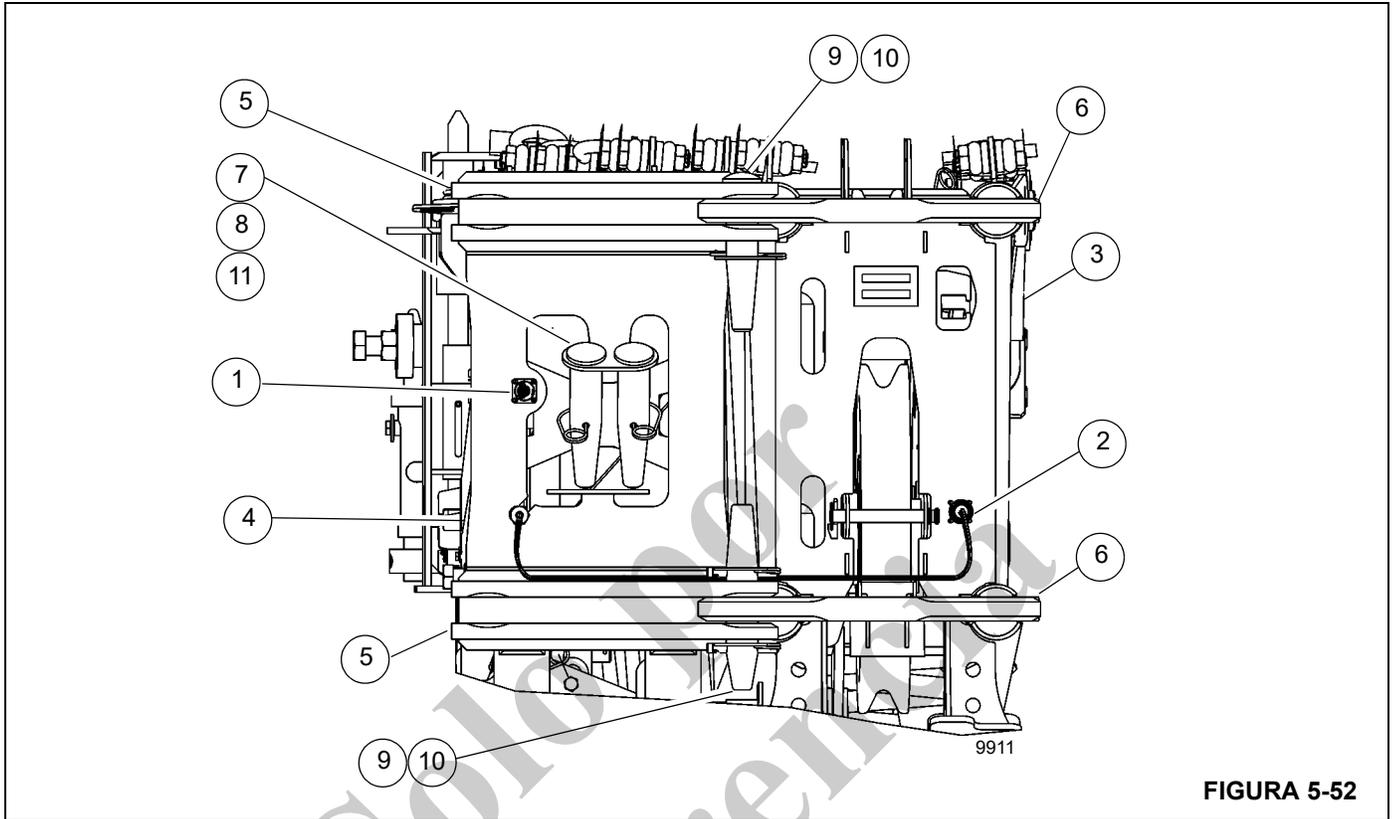

FIGURA 5-52
- Asegúrese de que la barra de bloqueo (3, Figura 5-51) y los pasadores de sujeción (9 y 10, Figura 5-52) estén correctamente instalados.
- Retire la conexión eléctrica de la sección de extremo del receptáculo de almacenamiento de la sección de extremo (1, Figura 5-52). Enchufe el conector eléctrico de la sección de extremo al receptáculo (2) de la sección de la base de la extensión de la pluma (3).
5. Retire las dos pinzas de retención (8, Figura 5-52) y los pasadores (7).
7. Asegure los pasadores (7) y las pinzas de retención (8) en el soporte de almacenamiento (11).
9. Desenchufe la conexión eléctrica de la sección de extremo del receptáculo de la sección de la base (2, Figura 5-52). Enchufe el conector eléctrico al receptáculo de almacenamiento (1) en la sección de extremo.